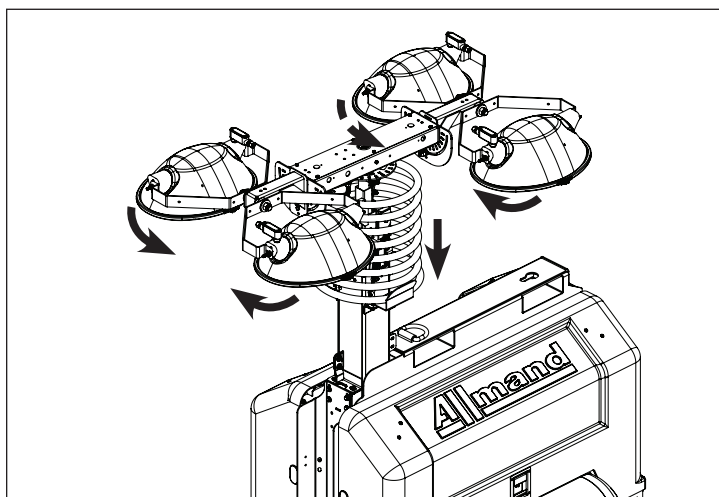

Figure 1
- Tourner la culasse de lampe de sorte qu'elle soit alignée avec la barre de lumières. Placer les luminaires pour qu'ils fassent face au centre de la remorque. Voir Figure 1.